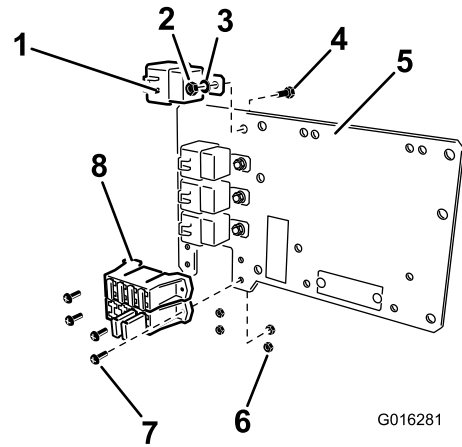

Figura 12
1. Sujete 4 relés a la parte delantera de la placa de montaje con 4 pernos 5/8 pulgada, 4 arandelas de freno (1/4 pulgada), y 4 tuercas (1/4 pulgada), según se muestra en Figura 12.
2. Sujete los extremos del arnés de cables que van al bloque de fusibles a la placa de montaje con 4 tornillos (N° 10) y 4 tuercas (N° 10), según se muestra en Figura 12.